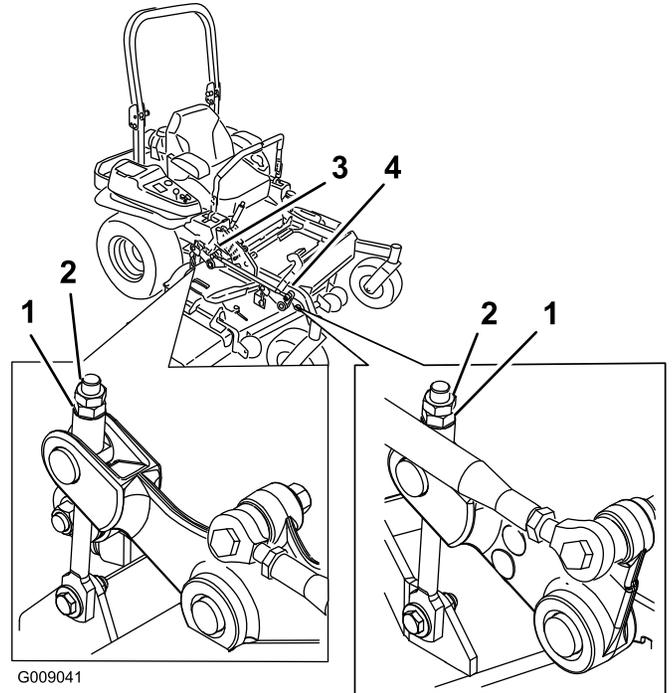

Figura 87
- 10. Gire la tuerca de ajuste del conjunto de elevación de la plataforma delantera para modificar la altura (Figura 87).
16. Gire la tuerca de ajuste del conjunto de elevación de la plataforma delantera para modificar la altura (Figura 87).